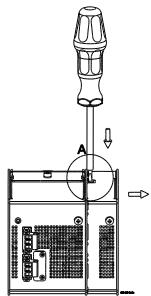

Abb. 4
- Setzen Sie einen Schraubendreher auf die Verriegelungsmechanik der Erweiterung (s. Abb. 4)